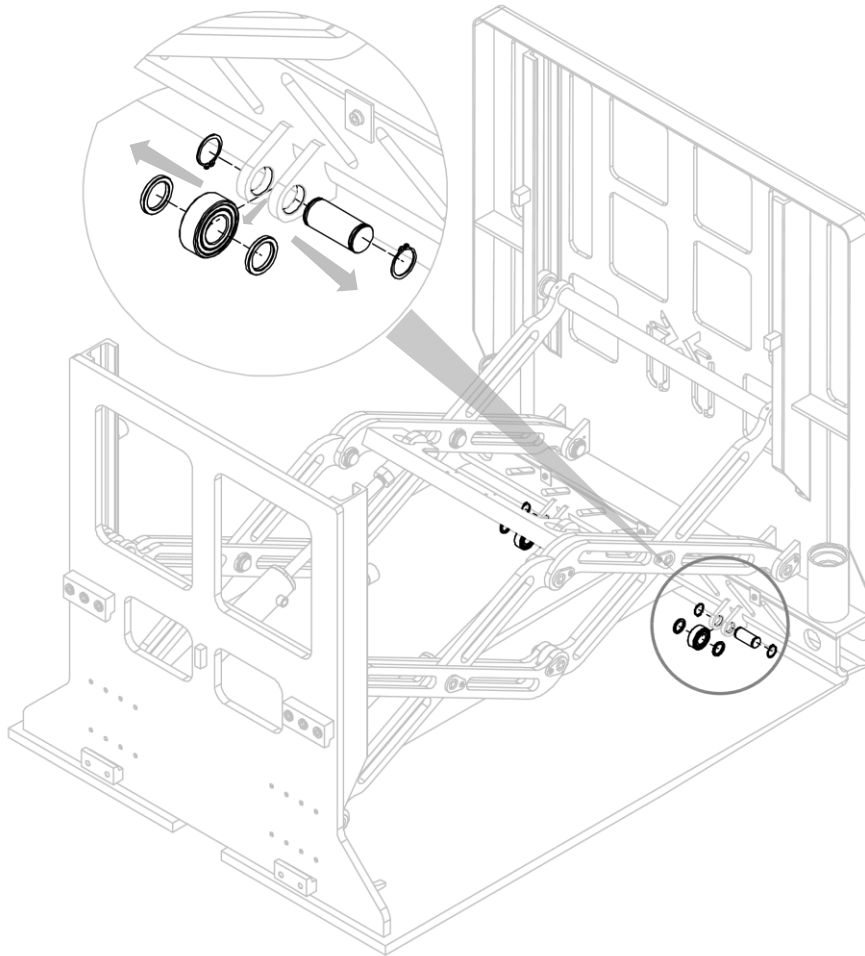

Figura 17
2. Rimuovere i cuscinetti di scorrimento (con i relativi distanziali) dopo aver rimosso i perni (con i relativi anelli elastici) che li bloccano (vedi *Figura 17*).